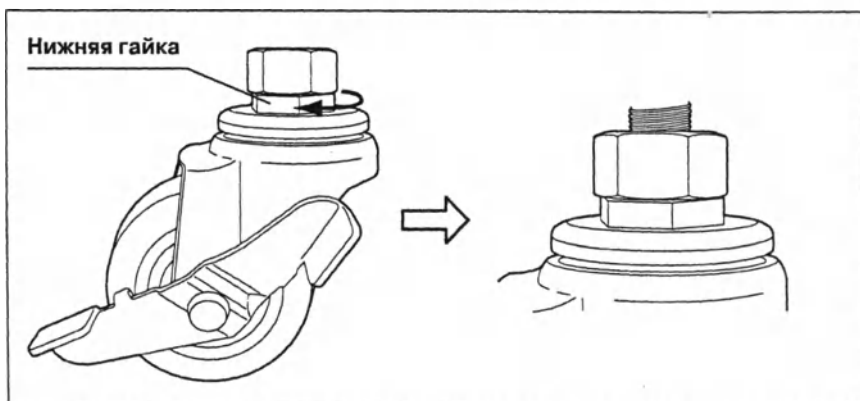

Рис. 4.30
1. Используя входящий в комплект поставки гаечный ключ, поворачивайте нижнюю гайку на каждом из четырёх роликов в направлении, показанном на рис. 4.30, для установки нужной высоты.